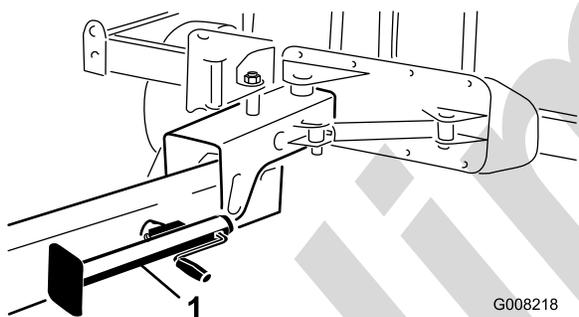

Рисунок 19
4. Поднимите домкрат и закрепите его в положении хранения (Рисунок 19).